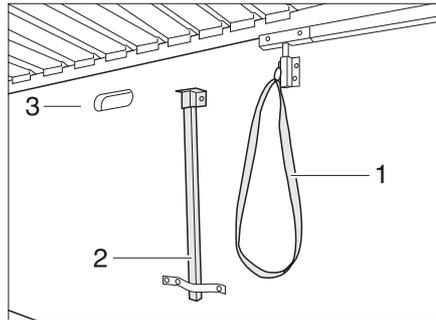

Bild 126 Stütze und Entriegelung
- Stauraumklappe öffnen und Stützfuß (Bild 126,2) unter dem Bett aufklappen.
- An Schlaufe (Bild 126,1) ziehen und Bett (Bild 126,3) nach unten kippen.